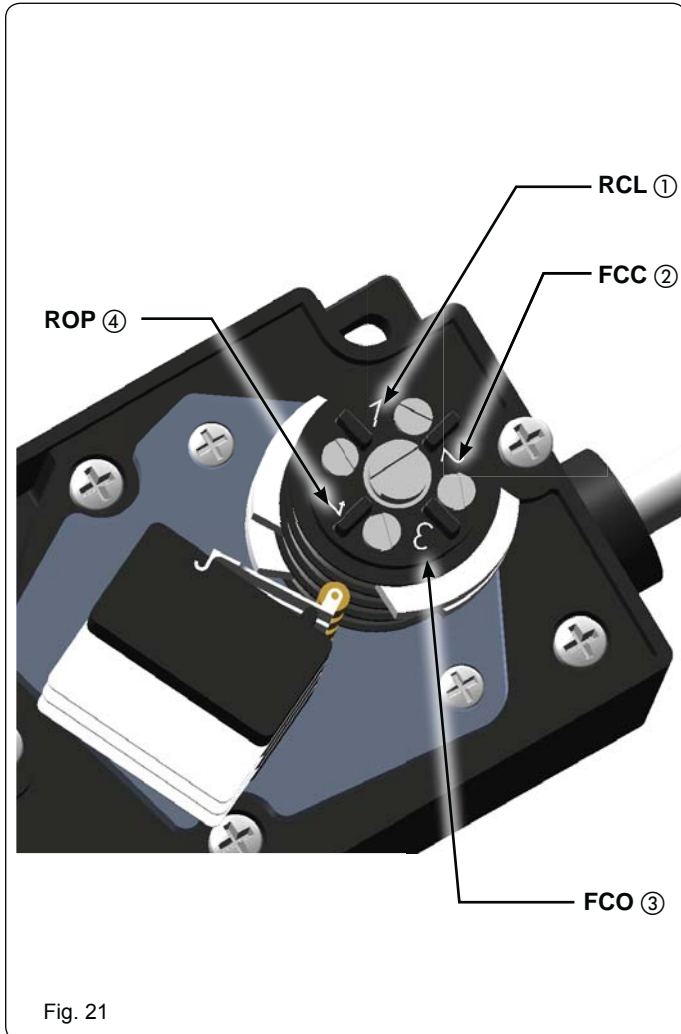

Fig. 21
5. Gire el tornillo correspondiente al final de carrera en apertura **FCO** (Fig. 21 ref. ③) hasta ocupar el microinterruptor con la leva.
8. Gire el tornillo correspondiente a la ralentización en apertura **ROP** (Fig. 21 ref. ④) hasta ocupar el microinterruptor con la leva.
10. Gire el tornillo correspondiente al final de carrera en cierre **FCC** (Fig. 21 ref. ②) hasta ocupar el microinterruptor con la leva.
12. Gire el tornillo correspondiente a la ralentización en cierre **RCL** (Fig. 21 ref. ①) hasta ocupar el microinterruptor con la leva.
17. Coloque manualmente la hoja corredera a mitad de carrera y compruebe que la posición de los finales de carrera coincida con lo indicado en la Fig. 21